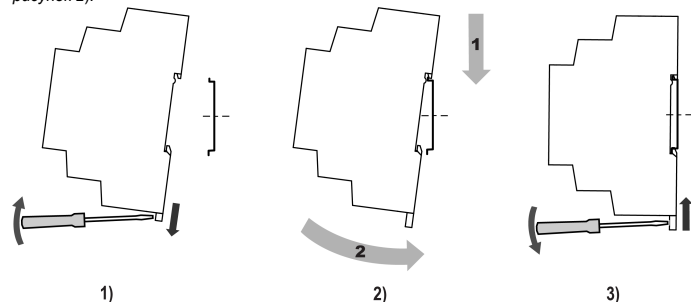

Рисунок 1 – Установка прибора
2. Установить прибор на DIN-рейку в соответствии с в направлении стрелки 1 (*рисунок 1, 2*);
3. Вставив отвертку в проушину, оттянуть защелку *рисунок 1, 1*).
4. Прижать прибор к DIN-рейке в направлении, показанном стрелкой 2. Зафиксировать защелку (см. *рисунок 1, 3*).